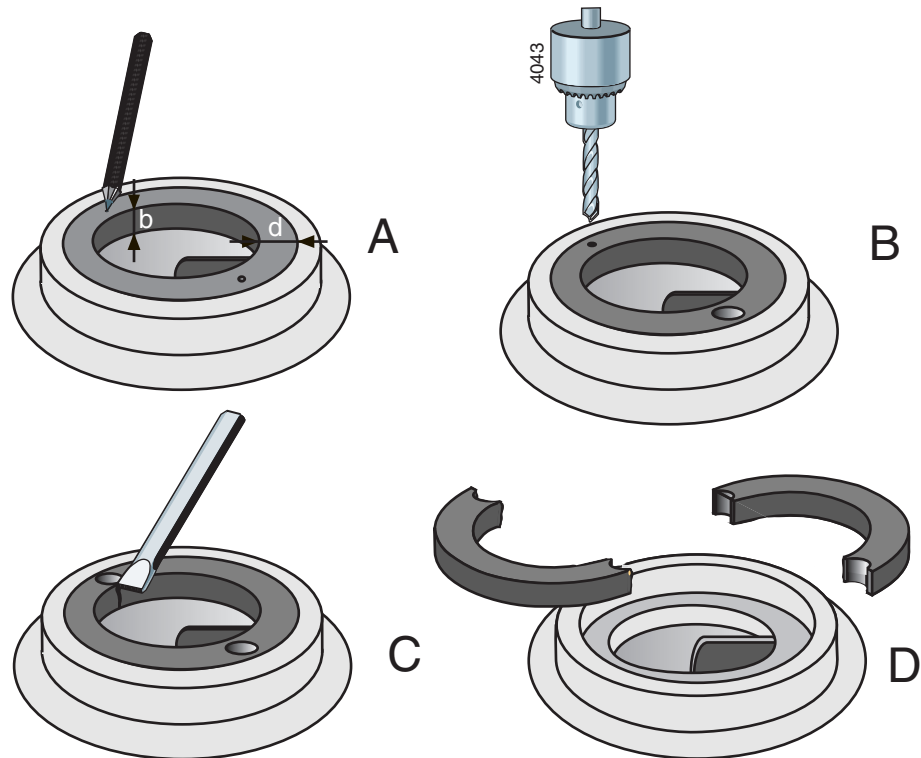

Рисунок 15: Извлечение компенсационного кольца
- 1 Измерьте толщину (d) и ширину (b) кольца, см. рисунок 15 A.
- 2 Прodelайте центрующие отверстия посередине кромки кольца в двух противоположных точках, см. рисунок 15 B.
- 3 С помощью сверла с диаметром несколько меньшим, чем толщина кольца (d), просверлите в кольце два отверстия, см. рисунок 15 C. Глубина сверления не должна превышать ширину кольца (b). Старайтесь не повредить установочную фаску корпуса насоса.
- 4 Пользуясь зубилом, вырубите оставшуюся часть толщины кольца. Теперь кольцо можно разделить на две части и извлечь его из корпуса насоса, см. рисунок 15 D.